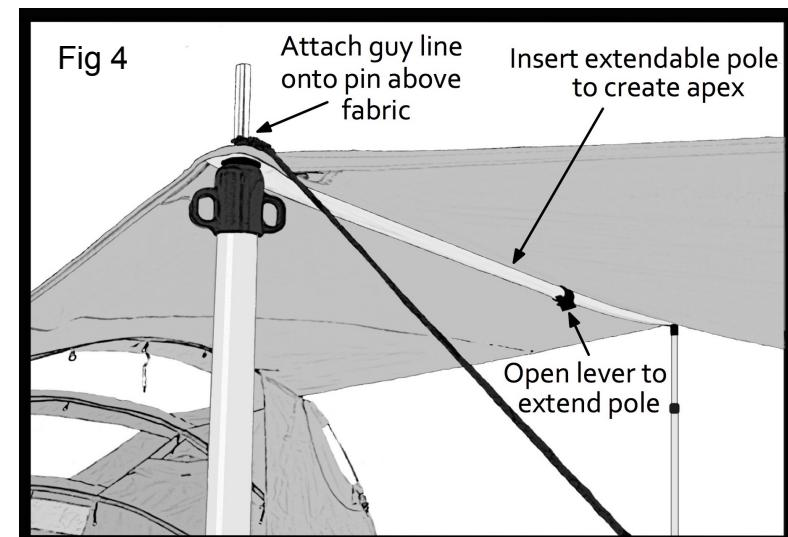

Fig 4
7. Insert the two telescopic poles vertically into the eyelets located on the sun canopy edges. Insert the horizontal adjustable pole and extend by opening the black lever and pulling out the 16mm pole from inside the 19mm pole. This will allow the pole to lengthen and make the canopy taut (Fig 4). Close the black lever once the fabric is straight. Raise the telescopic poles until an apex is formed in the sun canopy which allows the rain to run off.
**Immediately attach guy lines onto the two vertical pole pins and above the fabric (Fig 4) to stop it from dislodging if there is a sudden gust of wind. If this happens the pole may fall against your vehicle and scratch it. Always have a guy line attached to each vertical pole pin during use.**
7. Steek de twee uitschuifbare palen verticaal in de ruggaten aan de kanten van het zonnescherm. Steek de horizontale verstellbare paal in en verleng het door de zwarte hengel te openen en de 16 mm paal uit de 19 mm paal te trekken. Hierdoor wordt de paal verlengd wat de luifel strak maakt (Fig. 4). Sluit de zwarte hengel zodra het doek recht is. Verhoog de uitschuifbare palen tot er een top in het zonnescherm vormt, waardoor de regen kan weglopen.
Steek de spanlijnen rechtstreeks aan de twee verticale paalpennen en boven het doek (Fig. 4) om te voorkomen dat het losraakt als er een plotselinge windvlaag is. Als dit gebeurt, kan de paal tegen je auto vallen en het krasen. Zorg er altijd voor om een spanlijn verbonden te hebben met elke verticale paal pen tijdens het gebruik.